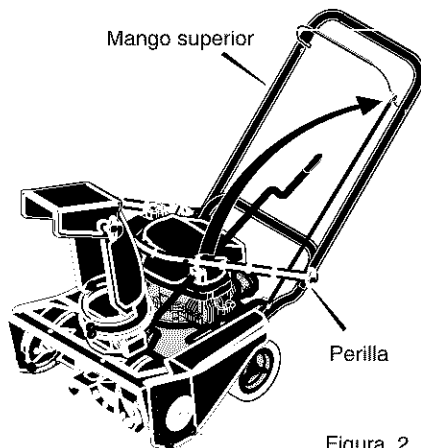

Figura 2
- Afloje las perillas que sujetan el mango superior al mango inferior (vea la Figura 2). Levante el mango superior a la posición de operación. Apriete las perillas.